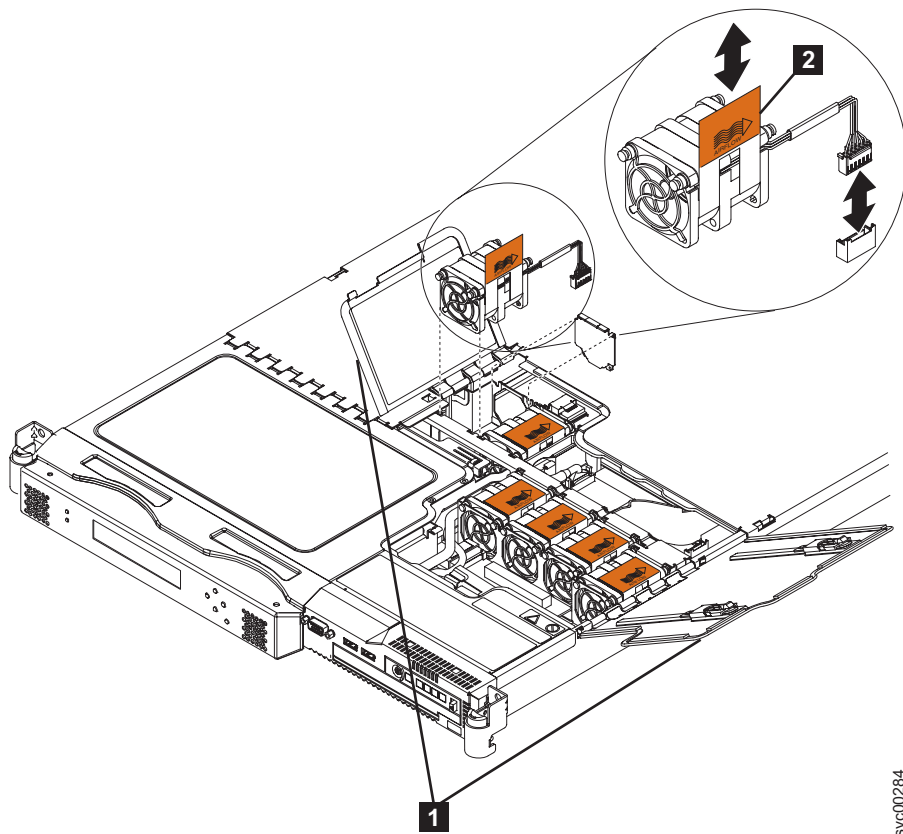

図 239. SAN ボリューム・コントローラー 2145-8G4のファン・ドア、ロケーションおよびコネクター
2. ノードを前方にスライドさせて、ファン・ドア (図 239 の **1**) にアクセスします。
5. 障害のあるファンのオレンジ色のタブ（282 ページの図 239 の **2**）を引き上げ、ファンを持ち上げてノードから取り出します。